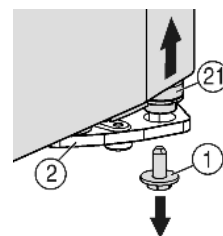
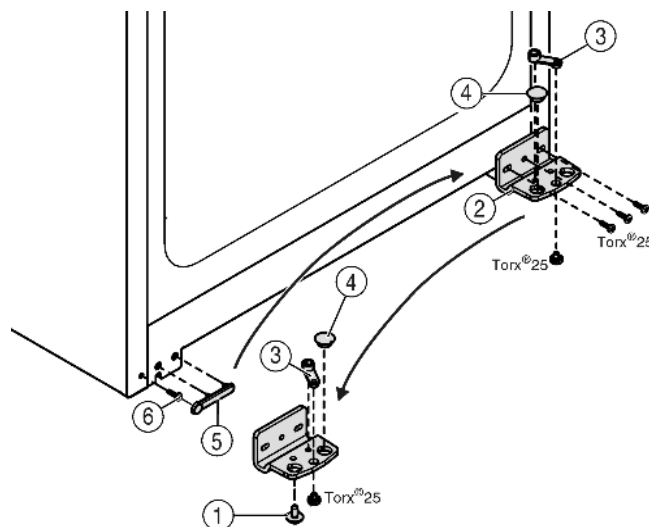

Fig. 5
Fig. 6
- Skru sikringskruen Fig. 5 (1) ud nede til højre ved lejekonsollen.
- Lejebolten Fig. 5 (21) løsner sig fra lejevukken Fig. 6 (2).
- Hvis lejebolten Fig. 5 (21) ikke løsner sig, trykkes den ud nedefra.
- ▶ Lejekonsollen *Fig. 6 (2)* skrues af.
- ▶ Lejedelen *Fig. 6 (3)* skrues af og sættes i det overfor liggende hul i lejekonsollen, skru så fast igen.
- ▶ Tag proppen *Fig. 6 (4)* ud af lejekonsollen og flyt den over til hullet i lejekonsollen på den modsatte side.
- ▶ Løft forsigtigt afdækningen *Fig. 6 (5)* på håndtagssiden.
- ▶ Drej skruen *Fig. 6 (6)* ud og sæt den i igen på den modsatte side.
- ▶ Sæt afdækningen *Fig. 6 (5)* på igen.
- ▶ Lejekonsollen *Fig. 6 (2)* skrues fast igen på den nye hængselside om nødvendigt ved hjælp af en akkuskrueetrækker (med 4 Nm).
- ▶ Drej sikringsskruen *Fig. 5 (1)* ind i lejebolten forned og spænd den fast (med 4 Nm).